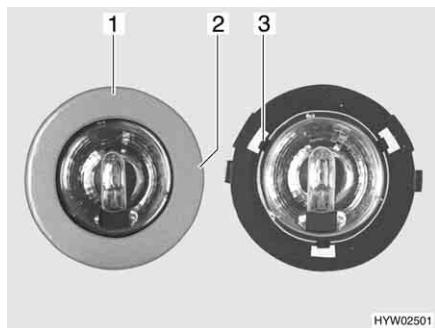

Fig. 155 Lampada alogena a incasso
- Girare lentamente il diaframma (Fig. 155,1) finché il nasello (Fig. 155,2) dell'involucro non si arresta a scatto nella scanalatura sottostante del diaframma.
- Tre griffe (Fig. 155,3) tengono ferma la lastra di vetro della lampada alogena nell'involucro. Spingere di lato una delle tre griffe.